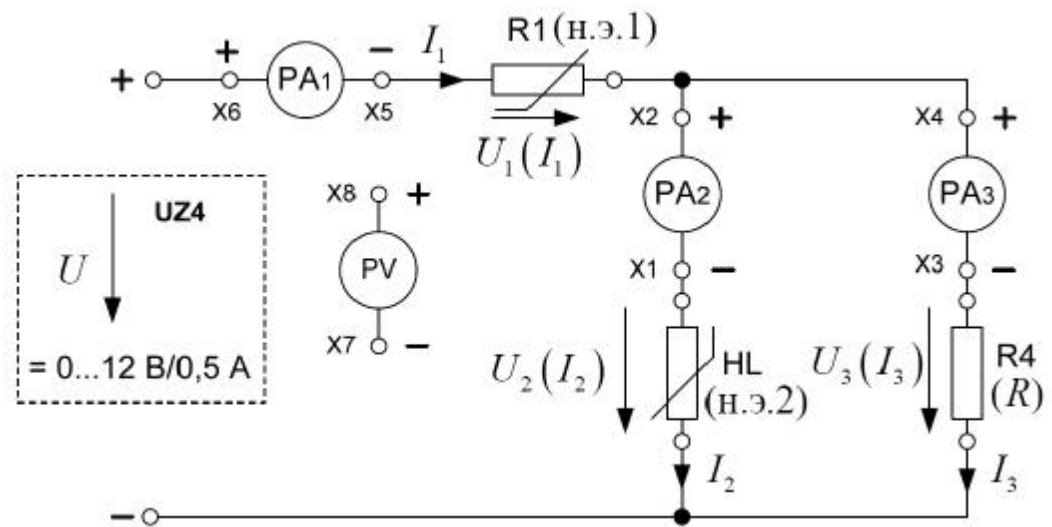

Рисунок 2П – Принципиальная схема разветвленной цепи.
- Собрать электрическую цепь по схеме рис. 2П.